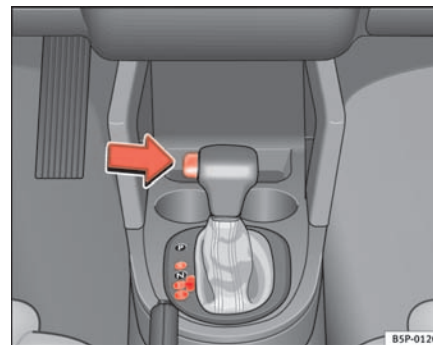

Fig. 137 Conducción
- Presione el pulsador del pomo (situado en la parte izquierda del mismo, ⇒ fig. 137).